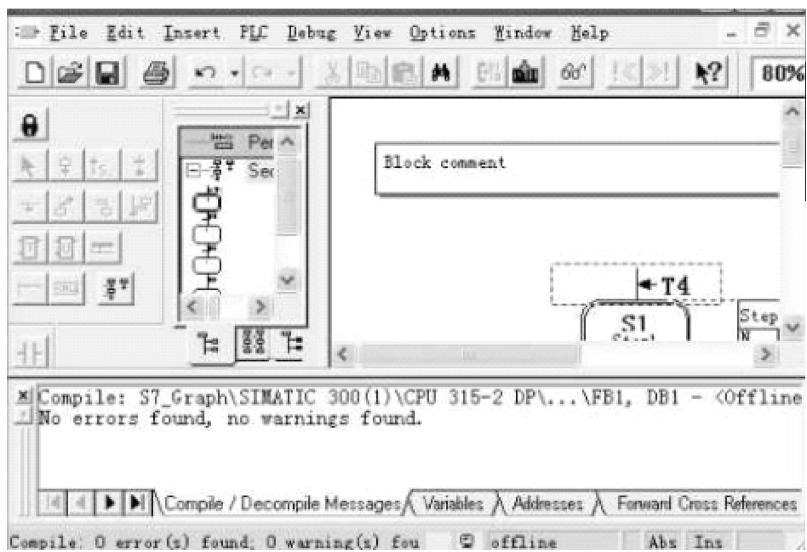

图 6-19 保存编译 FB1
7) 在 FB1 程序编辑界面，单击“**编译**”进行编译和保存，如图 6-19 所示。自动调用标准及系统功能如图 6-20 所示。在管理界面块目录里双击打开 OB1，在 OB1 里无条件调用 FB1，声明 DB1 为 FB1 的背景数据，在 FB1 里写上实形变量，如图 6-21 所示，单击“**编译**”进行编译及保存 OB1。